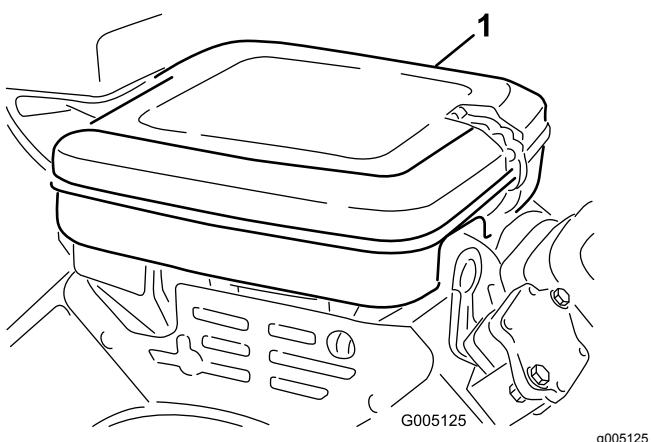

Рисунок 36
- Очистите крышку воздухоочистителя (Рисунок 36).